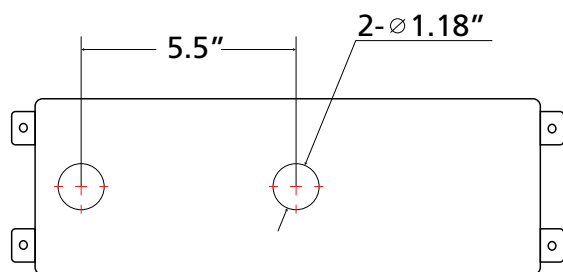

Figura 1 Ilustración de los orificios de montaje
2. Pegue la plantilla disponible en el manual de instalación a la pared del conducto y taladre (o perfore) los orificios de montaje en la ubicación de montaje deseada. Véase la figura 1: